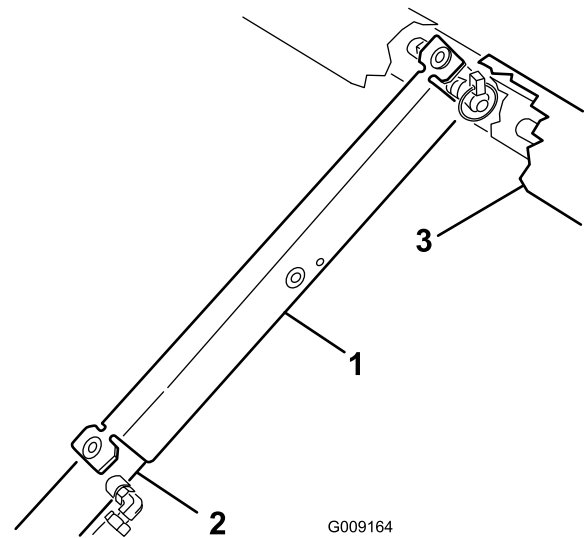

Figura 15
- 10. Spingete il supporto del pianale sull'asta del cilindro, assicurandovi che le alette alle estremità del supporto poggino sull'estremità della canna del cilindro e sull'estremità dell'asta del cilindro (Figura 15).